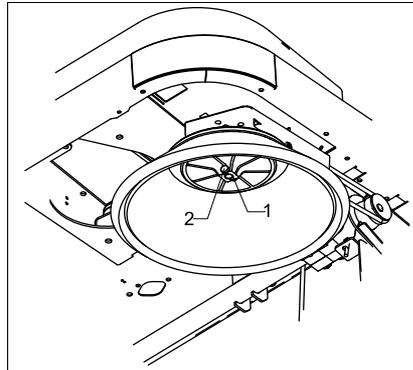

Fig.16 Substituir escova lateral
- Desaperte a porca (Fig. 16/1) e remova-a junto com o anel
- Remova o parafuso (Fig. 16/2)